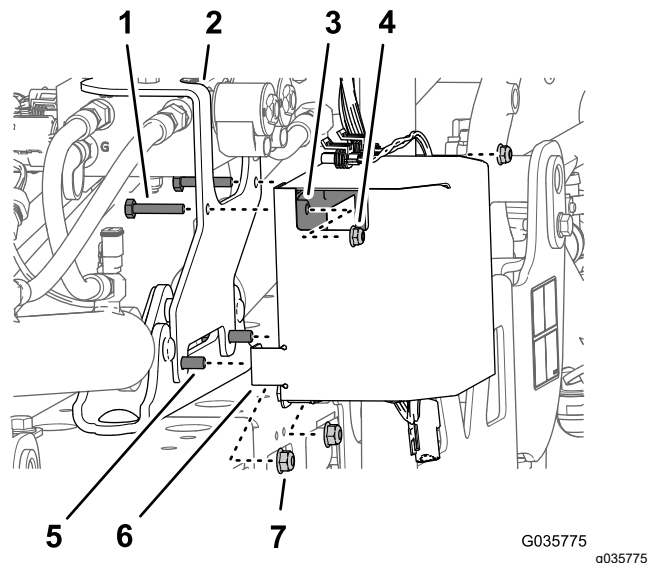

図 29
3. ウルトラソニックブーム仕上げキットの取り付けブラケットをシリンダマウントに固定しているフランジロックナット 5/16" 2 個を外す 図 29。
4. コントローラのカバー 図 29 を組み付けるカバーの下前の穴にフランジヘッドボルト 5/16 x 1" を通し、3 で外したフランジロックナット 5/16" 2 個を使用して、カバー、ブラケット、マウントを仮止めする。
5. 取り付けブラケットウルトラソニックブーム仕上げキットの上穴、後ろフランジ、コントローラにボルト 1/4 x 1 1/8" を通し 図 29 フランジロックナット 1/4" 2 個で固定する。